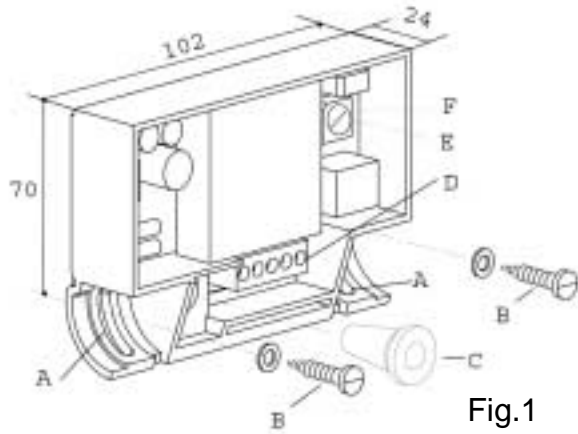
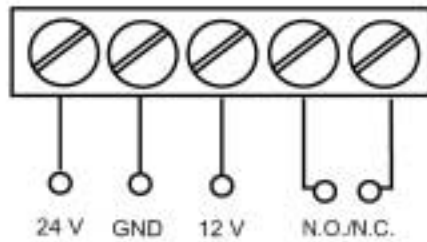

Fig.1
Fig.3
Eseguire l'installazione seguendo le indicazioni di Fig. 1 e lo schema di Fig. 3.
Impostare, mediante il trimmer di regolazione ("E" FIG. 1), la portata desiderata.
Cette polyvalence est obtenue grâce à la possibilité de réglage de la portée au moyen du trimmer prévu à cet effet ("E" - Fig. 1).
Chaque dispositif possède une LED lumineuse ("F" - Fig.1) non visible de l'extérieur, en technologie SMD, indiquant la détection du mouvement et l'état d'excitation du relais.
Grâce à son boîtier à haut degré de protection (IP55) et à sa remarquable capacité de réglage de la portée au moyen du trimmer prévu à cet effet ("E" - Fig. 1) et de réglage vertical au moyen des orifices prévus à cet effet ("A" - Fig. 1), le détecteur est spécialement indiqué pour être installé sur des portes automatiques, aussi bien en extérieur qu'en intérieur.
2 VIS DE FIXATION ("B" - FIG. 1)
1 CAOUTCHOUC POUR LE PASSAGE DU CABLE DE LIAISON ("C" - FIG. 1)
Indicateur de détection	LED en SMD ("F" Fig. 1)
Effectuer l'installation selon les indications de la Fig. 1 et le schéma de la Fig. 3.
Sélectionner la portée désirée au moyen du trimmer de réglage ("E" - Fig. 1).
This versatility is due to the possibility of adjusting range by means of the special setting trimmer ("E" – Fig. 1).
Each device has a LED ("F" – Fig. 1) in SMD technology, not visible externally, which indicates detection of movements and the state of excitation of the relay.
Its high-level protection box (IP55), its considerable setting range by means of the special trimmer ("E" – Fig. 1) and vertical setting by means of the special slots ("A" – Fig. 1) mean that the detector can be perfectly applied to automatic gates both externally and internally.
- N° 1 RUBBER TUBE FOR HOOK-UP CABLES ("C" – FIG. 1)
Detection indicator	LED in SMD (" F" Fig. 1)
Installation must be carried out following the instructions shown in Fig. 1 and the diagram in Fig. 3.
Using the trimmer ("E" – Fig. 1), set the desired range.
Diese Vielseitigkeit wurde möglich durch die Regelung der Reichweite mit Hilfe eines speziellen Trimmers ("E" - Abb.1).
Der Detektor setzt sich im Wesentlichen aus einem Signalempfangs- und -sendeteil zusammen. Jede der beiden Komponenten ist mit einer von außen nicht sichtbaren LED I ("F" Abb.1) in SMD-Technologie ausgestattet, welche die Erfassung der Bewegung sowie den Erregungszustand des Relais anzeigt.
Dank seines Gehäuses mit hohem Schutzgrad (IP55), der beachtlichen Kapazität im Hinblick auf die Regelung der Reichweite mit Hilfe des speziellen Trimmers ("E" Abb.1) sowie der vertikalen Einstellmöglichkeit über eigens dafür bestimmte Schlitze ("A" Abb.1) ist der Detektor ACG4609 ideal für die Kontrolle von Toren sowohl im Innen- als auch im Außenbereich.
- Anz. 2 BEFESTIGUNGSSCHRAUBEN ("B" – ABB.1)
- Anz. 1 GUMMITEIL FÜR DEN DURCHGANG DES ANSCHLUSSKABELS ("C" – ABB. 1)
Anzeige der Erfassung	LED in SMD (" F" Abb.1)
Der Detektor muss an vibrationsfreien Orten und Oberflächen, vor Witterungseinflüssen geschützt sowie in einer Höhe von zirka 2,5 m über dem Boden installiert werden. Befolgen Sie bei der Installation die Angaben nach Abb.1 sowie das Anschluss-Schema nach Abb.3.
Stellen Sie mit Hilfe des Trimmers ("E" ABB.1) die gewünschte Reichweite ein. Es empfiehlt sich die Einstellung der Reichweite derart, dass unterhalb von i 20 ÷ 30 cm über dem kontrollierten Boden keine Bewegung erfasst wird.